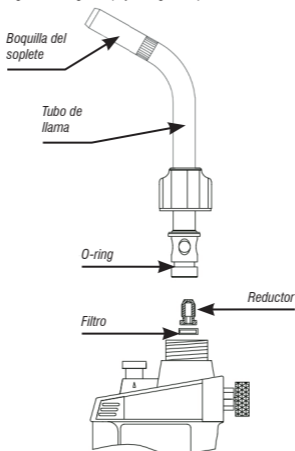

Figura 13 – Conjunto Soplete Manual
4. Desenrosque la tuerca del tubo de llama y tire el tubo de llama del soplete (Figura 13).